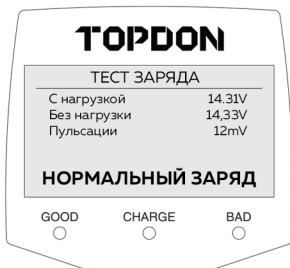

Рисунок 4.3.6
5) Нажмите «ENTER», после чего результат будет показан ниже (см. рис. 4.3.6).